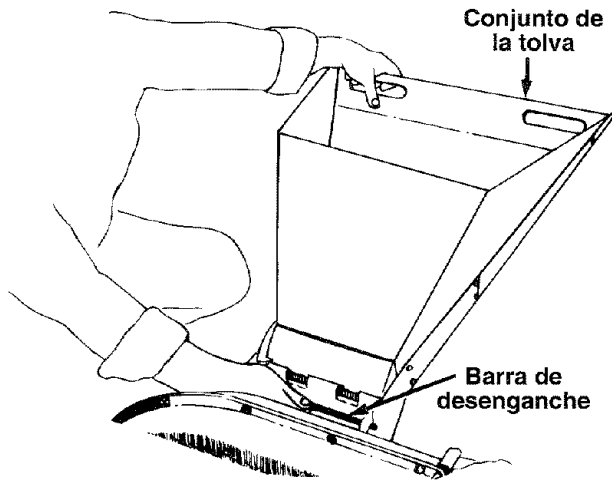

FIGURA 10.
- Para bajar el conjunto de la tolva, use una mano para asir al manija en la parte superior del conjunto de la tolva y levántela ligeramente. Tire de al barra de desenganche, y baje el conjunto de la tolva al suelo. Suelte la barra. Vea la figura 10.